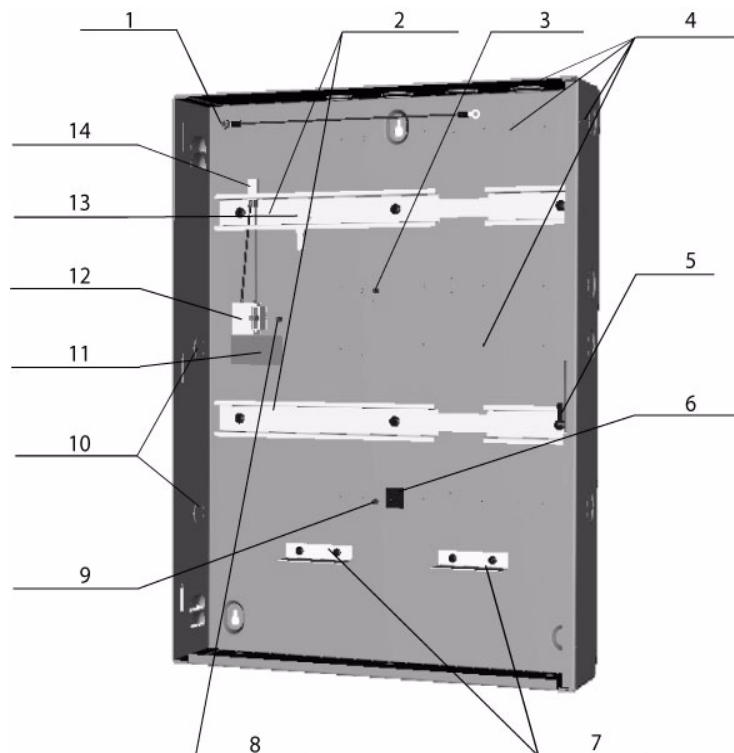

Рисунок 1 Детали корпуса
1. Установите AMC на рейку (**пункт 2 в Рисунок 1**) слева от источника питания. Вторая монтажная рейка предусмотрена для платы расширения.
2. Разместите заряжаемый аккумулятор в нижней части корпуса и **закрепите их под зажимами заряжаемого аккумулятора (пункт 7 в Рисунок 1)**.